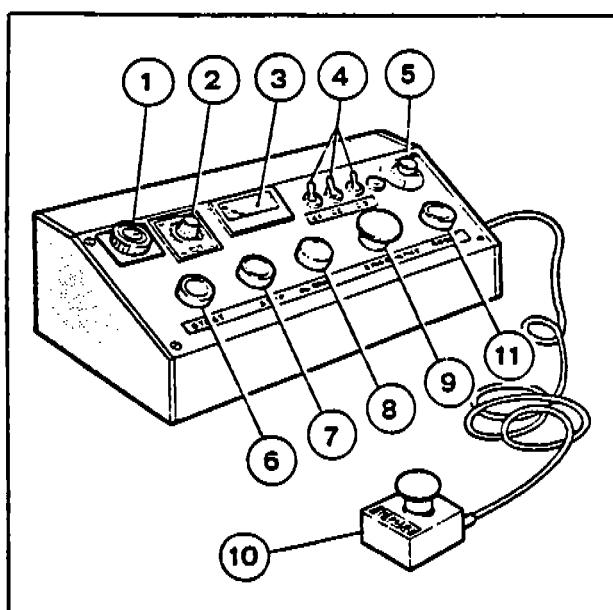

Fig. 36
Position the control stand (Fig. 36) in the area where the operator should stand. Position also the emergency stop push button in an area easy to reach by the foot of the operator.
- a) Portare il pannello (Fig. 36) comandi in posizione tale da essere facilmente accessibile al manovratore.
a) Controllare che il pulsante (10-Fig. 36) «RESET» sia illuminato, in caso contrario, sbloccare i pulsanti (9-10-Fig. 36) «EMERGENCY» ruotandoli in senso orario, vedi freccia.
b) Premere brevemente il pulsante (8-Fig. 36) «ALLARM» per controllare se arriva tensione ai servizi (funzionerà la tromba allarme). In caso contrario vedi capitolo 4.0 - RICERCA GUASTI.
- a) Twist clockwise to run position the emergency push button (Fig. 36, 9-10) if locked.
- c) Controllare se il freno funziona in automatico: premere il pulsante (6-Fig. 36) «START» e prima che il convoglio si metta in movimento premere il pulsante (9-10-Fig. 36) «EMERGENCY».
Durante questa fase, premendo il pulsante (6-Fig. 36) «START» si devono aprire le ganasce freno e premendo il pulsante (9-10-Fig. 36) «EMERGENCY» si devono chiudere.
Sbloccare poi il pulsante (9-10-Fig. 36) «EMERGENCY» ruotandolo in senso orario (freccia).
- a) Se la giostra è bloccata, sbloccare il pulsante (9-10-Fig. 36) «EMERGENCY».
- b) Premere il pulsante (11-Fig. 36) «RESET».
- c) Ruotare la manopola (5-Fig. 36) «REGOLAZIONE VELOCITA'» in posizione di minimo.
- d) Regolare il temporizzatore di frenata (2-Fig. 36) «TF» a circa 1 secondo.
- e) Regolare il temporizzatore del giro (1-Fig. 36) «T» a circa 1 minuto.
- f) Premere il pulsante (6-Fig. 36) «START» e lasciare procedere lentamente il convoglio **VUOTO** fino al completamento del primo giro, portare poi la velocità al massimo ruotando la manopola regolazione velocità (5-Fig. 36).
In base alla posizione di fermata convoglio in stazione (più avanti o più indietro in riferimento alla pedana di accesso al convoglio), regolare il tempo di frenata agendo sull'apposito temporizzatore (2-Fig. 36) «TF».
Nella regolazione del freno, tenere presente che il convoglio può andare solo in marcia avanti, pertanto regolare un tempo di frenata più lungo e poi, se necessario, far avanzare il convoglio nella giusta posizione agendo sui pulsanti (6-Fig. 36) «START» e (9-10-Fig. 36) «EMERGENCY».
- c) Regolare il tempo di frenata considerando il carico sul convoglio tramite il temporizzatore (2-Fig. 36) «TF».
- d) Regolare il tempo della corsa tramite il temporizzatore del giro (1-Fig. 36) «T».
- e) Premere il pulsante (8-Fig. 36) «ALLARM» per dare il segnale partenza.
- f) Premere il pulsante (6-Fig. 36) «START» e attendere la fermata automatica in stazione.
- a) Spegner le luci tramite gli interruttori (4-Fig. 36).